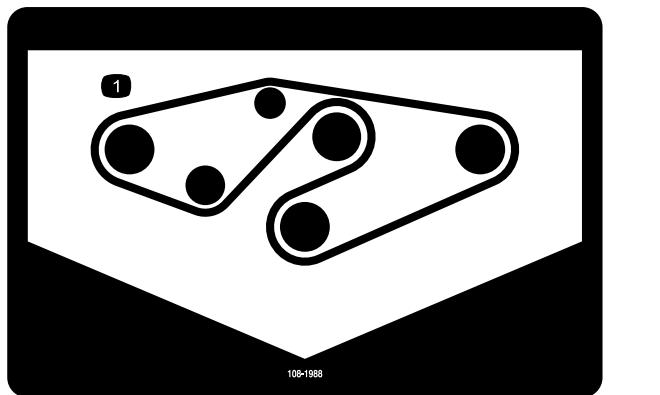

図 35
4. 図のように、スピンドルプーリとアイドラプーリに新しいベルトを回しかける図 35。